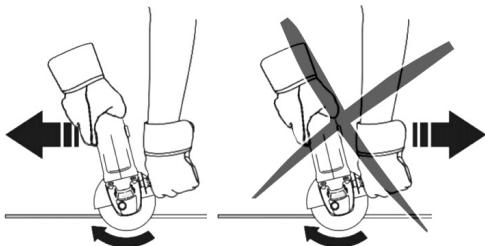

Fig. 9 – Sentido de corte correcto
- El corte debe ser realizado en la dirección de la Fig. 9.